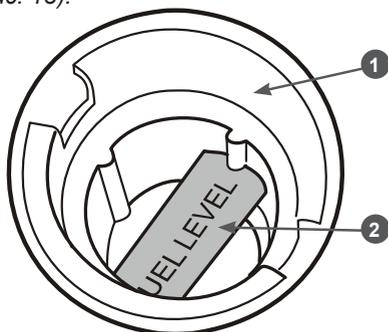

Рис. 13. Указатель максимального уровня топлива в топливном баке
Не заполняйте топливный бак полностью. Заполняйте топливный бак не выше указателя максимального уровня («FUEL LEVEL»), расположенного в сетчатом фильтре в горловине топливного бака (Рис. 13).
3. Залейте бензин в топливный бак при помощи специальной емкости или воронки до уровня, показанного на Рис. 13.